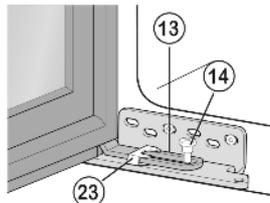

Fig. 20
- ▶ Visser la butée Fig. 20 (13) à travers lapièce de glissement Fig. 20 (23) blanche avec la vis Fig. 20 (14).